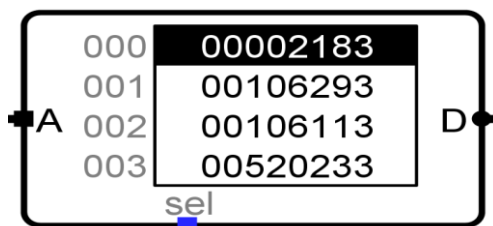

图 7 将指令装入指令存储器
1) 在 Logisim 中，打开 CPU 设计电路图，用鼠标右键点击 IFU 模块，选择 View IFU；在 IFU 的 ROM 模块（作为指令存储器）上用鼠标右键点击，选择装载文件 load image，装入机器代码文件。如图 7 所示。